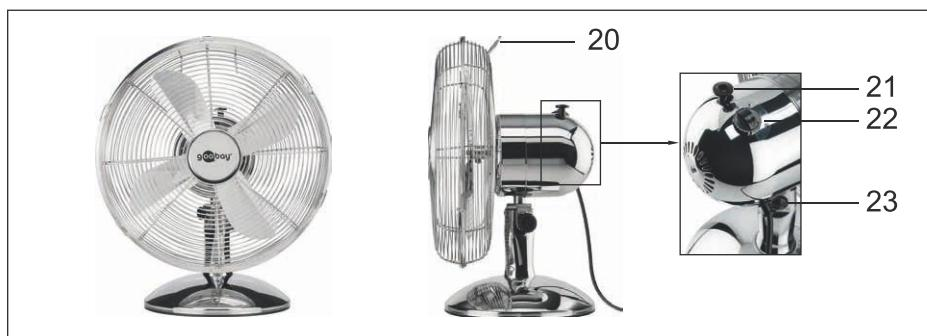

Fig.55: Volledig gemonteerde tafelventilator
- Pak de ventilator aan de greep (afb. 55, nr. 20) en plaats op een stofvrij, stabiel en horizontaal oppervlak.
- Draai de kantelschroef (afb. 55, nr. 23) los.
De ventilatiesnelheid kan met de draaischakelaar (afb. 55, nr. 22) in 3 standen worden ingesteld:
AAN: druk de pen voor de rotatie-instelling (19, afb. 55) in de motorbehuizing.